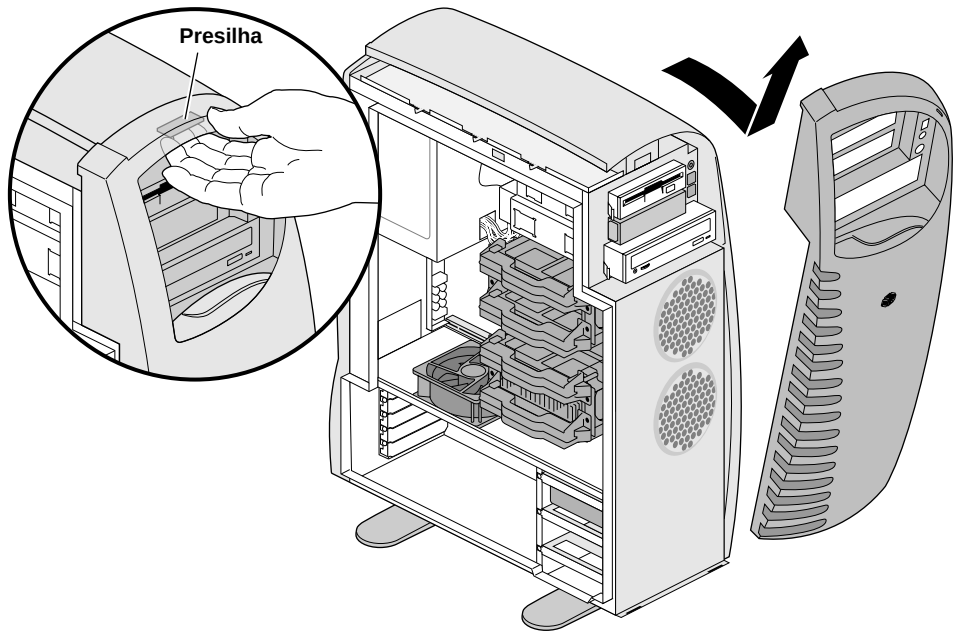

Figura 2-1 Abrindo a tampa frontal
2. Com a parte frontal do sistema voltada para você, abra a tampa frontal, pressionando a presilha interna da borda superior da tampa frontal e puxando-a para a frente, como mostrado na Figura 2-1.